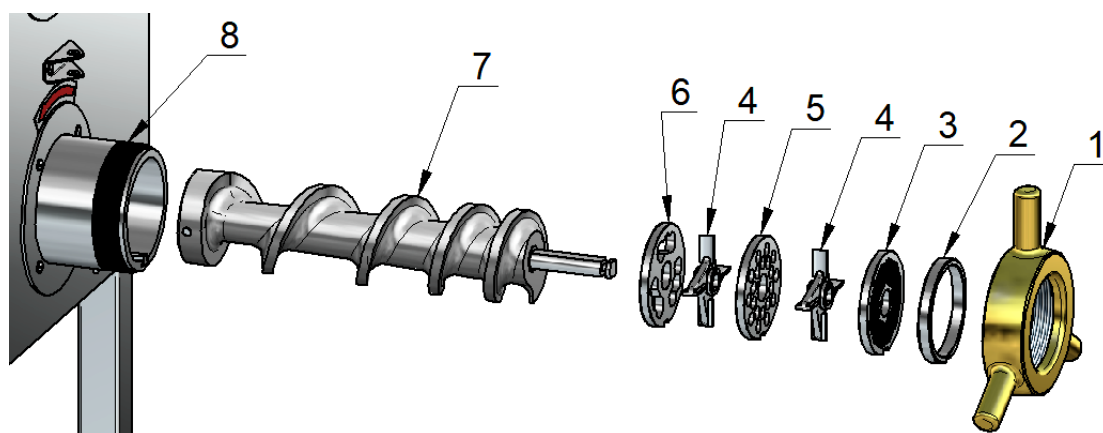

Рис. 5 Порядок установки подающего шнека, решеток и ножей "полный унгер"
7.1.1. Открутите крепежную гайку (1) вращением против часовой стрелки и снимите её с горловины вместе с кольцом (2) (рис. 5).
7.1.3. Установка подающего шнека, решеток и ножей в рабочее положение производится в обратной последовательности. При этом необходимо следить, чтобы край кольца (2) выступал на 2...4 мм за край горловины, а ножи и решетки были установлены в строго определенном порядке (рис. 5).
7.2.4. Установить подающий шнек, решетки, ножи и кольцо, контролируя правильную последовательность их сборки как показано на рис. 5 и 5а.